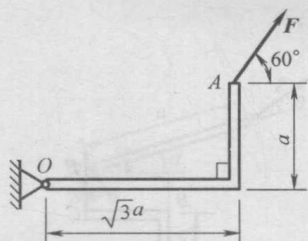

图 1-17
(21) 空间任意力系独立的平衡方程个数为_____。
(22) 空间汇交力系的平衡条件是_____、_____、_____。
(23) 大小相等、方向相反且不共线的两个平行力组成的力系称为_____。
(24) 如图 1-17 所示, 直角弯杆的 A 端作用一与水平线成 60° 夹角的力 F , 弯杆的几何尺寸如图所示, 则力 F 对 O 点的矩 $M_O(\vec{F}) =$ _____。